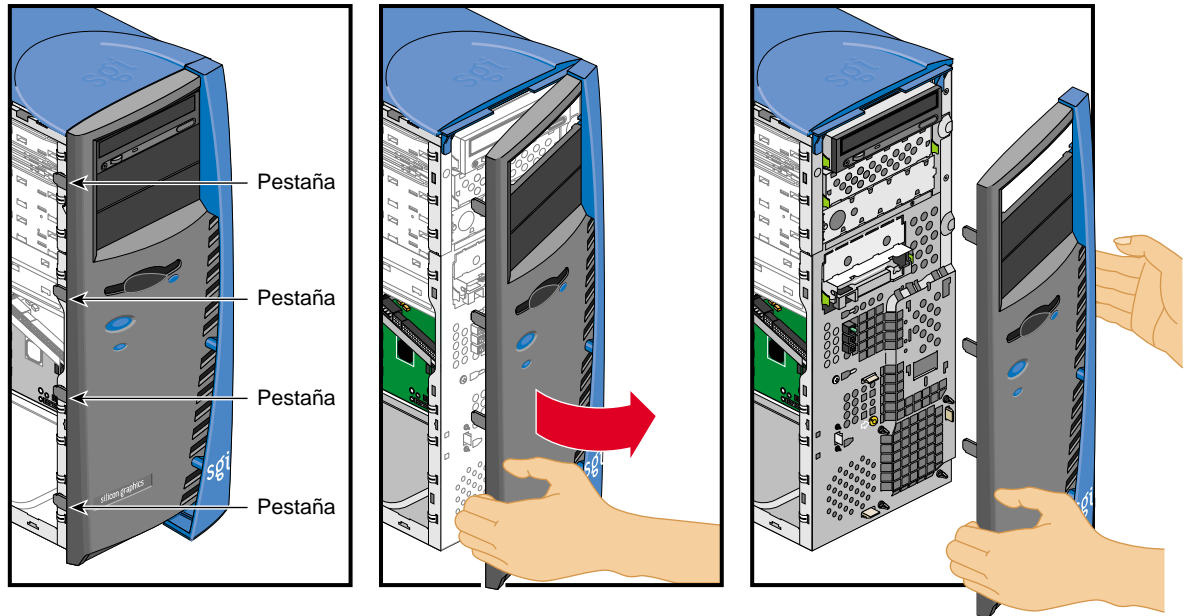

Figura 2-2 Extracción de la cubierta
- b. Suelte las cuatro lengüetas del costado de la cubierta. Para ello, sepárelas con cuidado del chasis y al mismo tiempo tire de la cubierta para extraerla del sistema. En la Figura 2-2 se muestra el procedimiento.